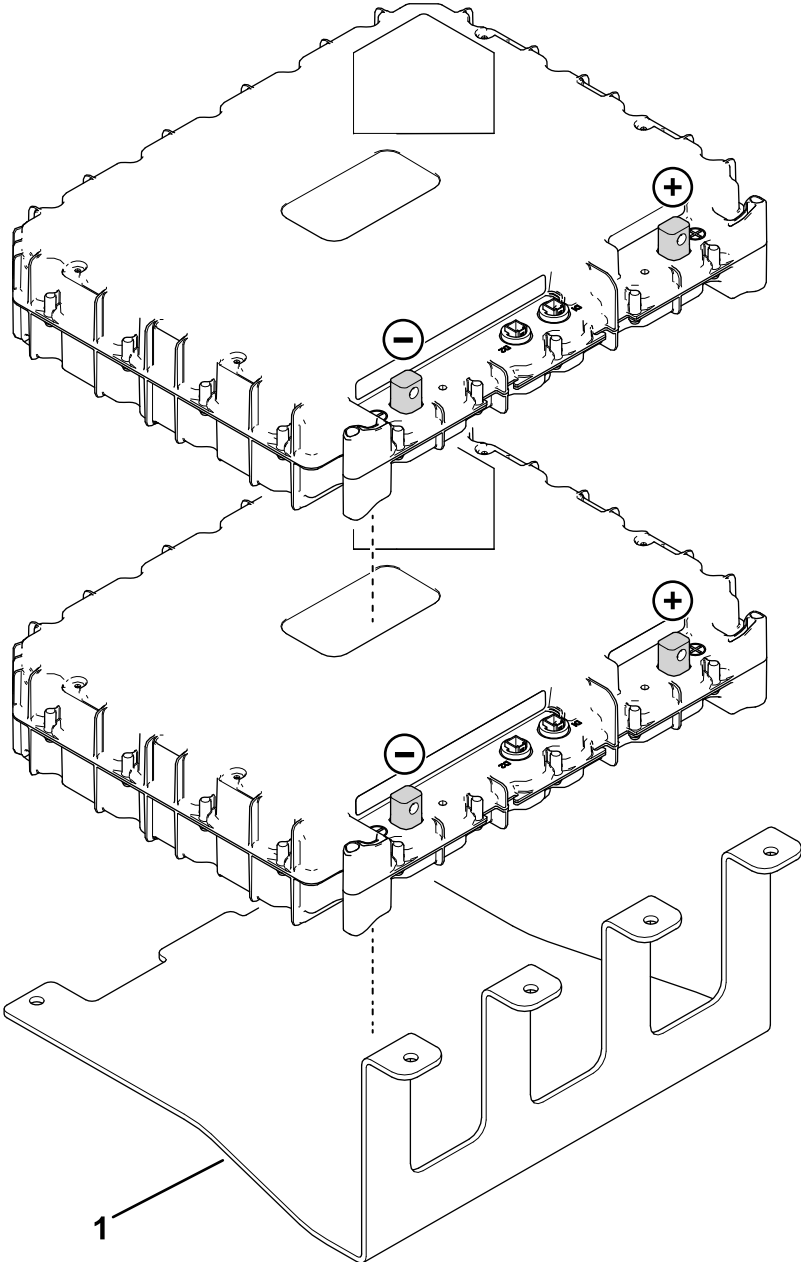

Figure 18
2. Placez les 2 batteries sur la plaque d'assise inférieure, comme montré à la Figure 18.